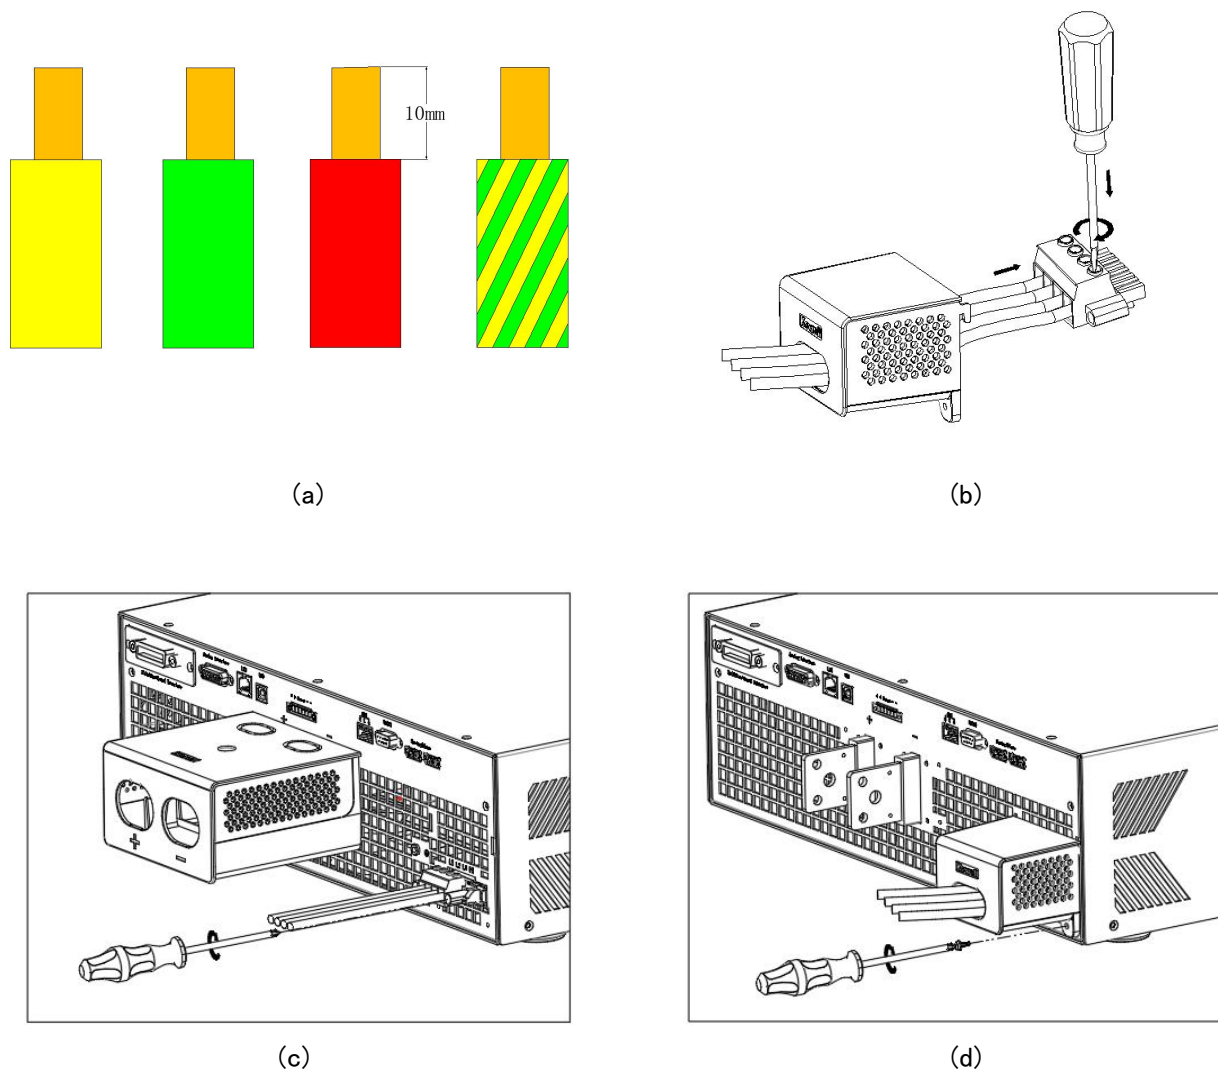

图 2-3 交流输入接线示意图
- (1) 电源输入端子位于后背板的右侧；
- (2) 电源线必须至少满足额定 85°C 的温度要求；
- (3) 电源线缆的选型应满足载流量的要求；
- (4) 电源线的连接方式见图 2-3：